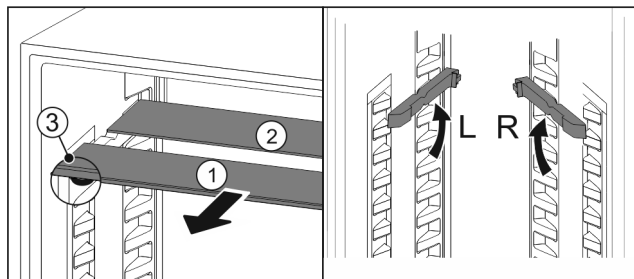

Fig. 25
- ▶ Wyciągnąć Fig. 25 (1) pojedynczo półki szklane do przodu.
- ▷ Płyta szklana Fig. 25 (1) z listwą ozdobną znajduje się z przodu.
- ▷ Stopery Fig. 25 (3) wskazują w dół. Urządzenia z komorą zamrażalnika*